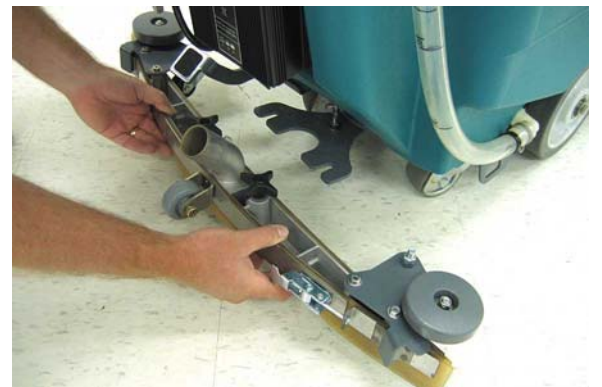

図 3
3. 図に示すように、スクイージーアセンブリーをスクイージーピボットブラケットに取り付けてください (図 3)。ノブを固定する前に、ノブが完全にスロットに納まっているか確認してください。